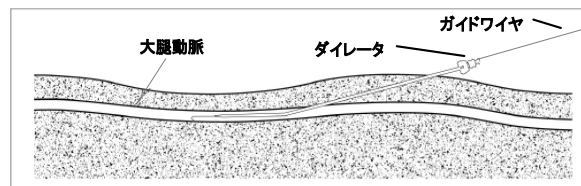
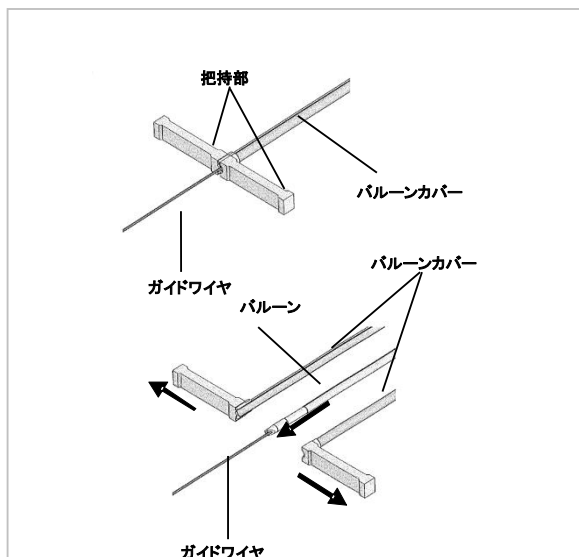
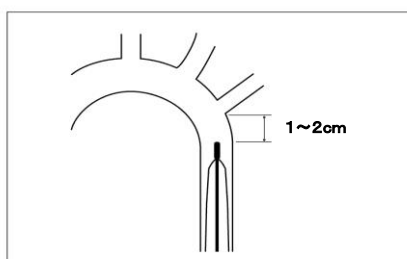

図 2. ダイレーション
図 3. バルーンカバー
図 4. バルーン先端位置
(7) 出血を手指で抑えながら、シース用ガイドワイヤ 0.88mm (0.035inch) ×800mm を穿刺針のカニューラに挿入する。	(7) 出血を手指で抑えながら、シース用ガイドワイヤ 0.88mm (0.035inch) ×800mm を穿刺針のカニューラに挿入する。
(8) ガイドワイヤが大腿動脈内まで入ったところで、カニューラを抜去する。	(8) ガイドワイヤが血管内に十分な長さまで入ったところで、カニューラを抜去する。
(9) ガイドワイヤ末端よりシース用ダイレータを挿入し、体表から血管までの組織をダイレーションする。(図 2 参照)	(9) ガイドワイヤ手元側端部よりダイレータをセットしたシースを挿入し、体表に 2cm 程度残るまで血管内に進める。
(10) ダイレータのみを残し、ガイドワイヤを抜去する。	(10) シースのみを残し、ガイドワイヤとダイレータを抜去する。
(11) バルーン用ガイドワイヤ 0.36mm (0.014inch) ×1800mm をダイレータに通し、胸部大動脈まで進める。	(11) バルーン用ガイドワイヤ 0.36mm (0.014inch) ×1800mm をシースに通す。
(12) ガイドワイヤを残したまま、ダイレータを抜去する。手指で皮膚を圧迫し、出血を抑える。	(12) ガイドワイヤを胸部大動脈内まで進める。IAB カテーテルのセントラルルーメン先端にガイドワイヤを挿入する。
(13) クランプなどを用いて切開部の皮膚を拡張する。	(13) IAB カテーテル体内挿入直前に、バルーンカバーの先端把持部を持ち、ゆっくと裂きながら IAB カテーテルをシースに挿入する。(図 3 参照)
(14) IAB カテーテルのセントラルルーメン先端にガイドワイヤを挿入し、体内に挿入する。(図 3 参照)	(14) バルーン部がシースを通過したら、分岐部のルーアロックからガイドワイヤが出てくるまで、ガイドワイヤに沿って、IAB カテーテルを進める。IAB カテーテルのキックを防止するため、IAB カテーテル挿入が完了するまで IAB 挿入部から 2~3cm 以内のところをつかみ短いストロークで挿入する。
(15) IAB カテーテルの体内挿入直前に、バルーンカバーの先端把持部を持ってゆっくと裂く。(図 3 参照)	(15) 手順 (17) に進む。
(16) IAB カテーテルの挿入部に近いところをやさしくつかみながらガイドワイヤに沿って IAB カテーテルを進める。IAB カテーテルのキックを防止するため、IAB カテーテル挿入が完了するまで挿入部から 2~3 cm 以内のところをつかみ短いストロークで挿入する。	—
(17) X 線透視下でガイドワイヤ先端とバルーン先端を確認しながら、ガイドワイヤに沿って IAB カテーテルを進めバルーン先端を大動脈弓部の直下に位置させる。(図 4 参照)
(18) 手順 (19) に進む。	(18) バルーン部が全てシースから出たことを以下の要領で確認する。IAB カテーテルの深度マーカ (バルーンに一番近い巾広のマーカ、またはそれ以降のマーカ) がシース内に入っていること。
(19) IAB カテーテルの位置を決めたら、ガイドワイヤを抜去する。
(20) 分岐部のセントラルルーメン側にフラッシュ用コネクタを接続し、血液を 3mL 吸引した後、IAB カテーテルのセントラルルーメンを 3~5mL の滅菌生理食塩水でフラッシュする。
(21) フラッシュ用コネクタを外し、セントラルルーメンにパンピング用スタイレットを挿入する。
(22) パンピング用スタイレットのハブに三方活栓を接続し、滅菌生理食塩水等で IAB カテーテルのセントラルルーメンを十分に満たす。